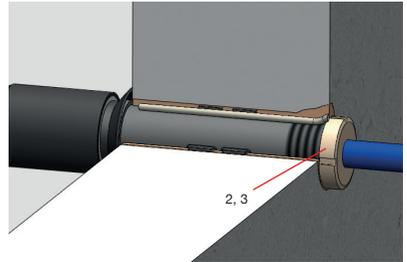

Abb. 7 Montage Überwurfverschraubung und Keilgummidichtung
- Abschließend gem. Abb. 7 kellerseitig die Überwurfverschraubung (2) und die Keilgummidichtung (3) montieren (Sollbruchstelle an der Überwurfverschraubung (2) öffnen/entgraten).
- Mithilfe des Haka-Kontermutterschlüssels (10) Überwurfverschraubung (2) fest auf der Mauerdurchführung (1) verschließen.